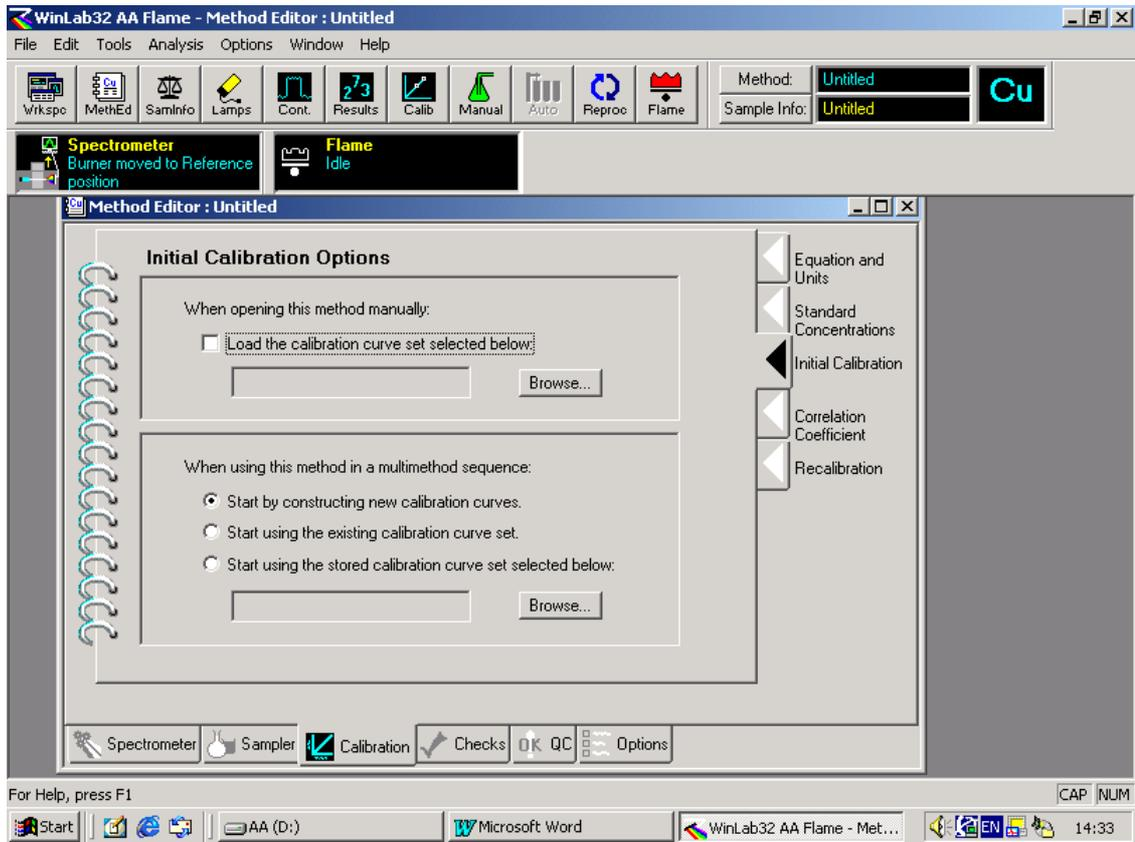

图 12.新建校准曲线或调用已建已存曲线选择页面
1.2.9 在 ID 栏中输入标准溶液名称,“Conc”栏内输入标准溶液浓度,“A/S Loc”栏代表自动进样器位置.当一次测量的样品数目较大时,为消除可能出现的吸光度漂移对测定结果的影响,可在此时确定在测量过程中用以进行单点再校准的标准浓度,并将其名称,浓度和在自动进样器里的位置分别输入到相应的空格内.接着,可用鼠标器点击右上方的“Initial calibration”,软件进入到校准曲线如何建立的分页面如图 12: